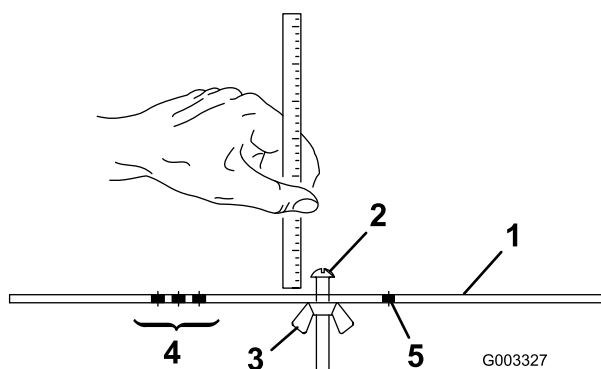

图16
2. 松开调刀尺上的螺母（图16），并将调节螺丝设定为所需的剪草高度。螺丝头底部与调刀尺表面之间的距离就是剪草高度。